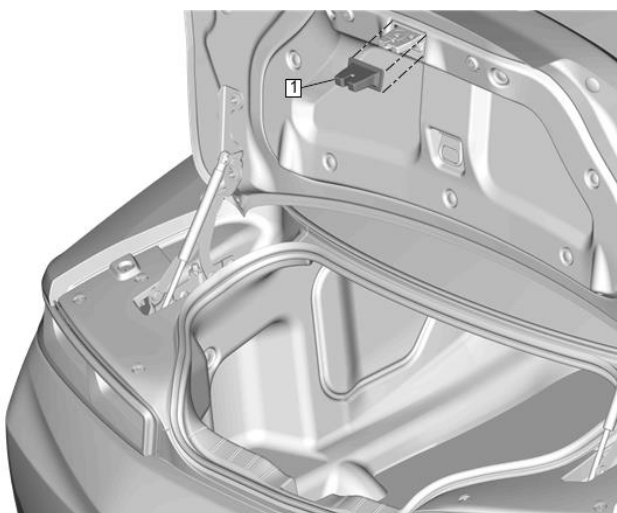

Figura 2: Reemplazo de cubierta de pasador de la tapa del compartimiento trasero
2. Retire la cubierta del pasador de la tapa del compartimiento trasero (Figura 2).
- a. Use una herramienta de punta plana pequeña para jalar y liberar la cubierta del seguro del compartimiento trasero. (Figura 2 leyenda 1).
9. Vuelva a instalar la cubierta del pasador de la tapa del compartimiento trasero (Figura 2).